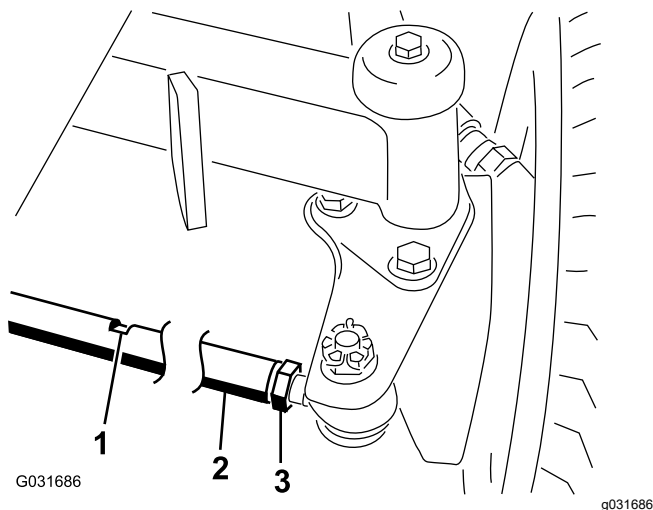

Рисунок 92
2. Ослабьте зажимную гайку с каждой стороны соединительной тяги (Рисунок 92).